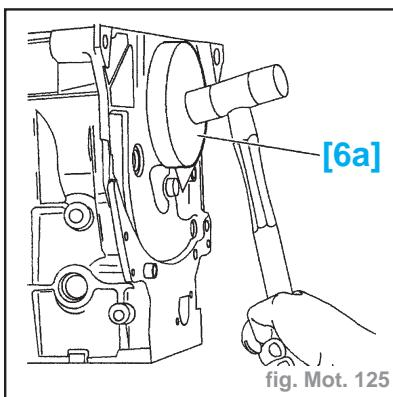

fig. Mot. 125
- l'outil [6a] (-.0188-B1) (fig. Mot. 125).